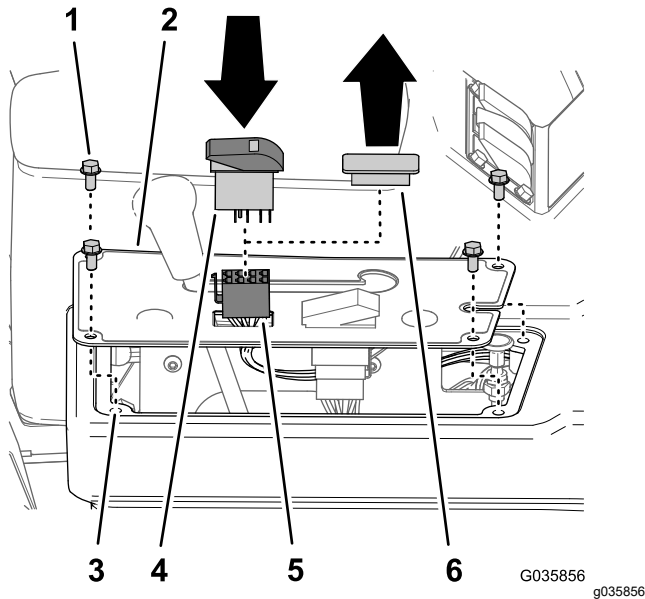

図 34
1. パネルカバーをコンソール上部に図 34 のように固定しているフランジヘッドボルト $\frac{1}{4} \times \frac{1}{2}$ " 4 本があれば、これらを取り外す。
2. コンソールのパネルカバーからスイッチプラグを外す 図 34。
3. ウルトラソニックブーム仕上げキットのワイヤハーネスの 8 ソケットコネクタを、パネルカバーの開口部に通す 図 34。
4. ウルトラソニックブーム仕上げキットのワイヤハーネスの 8 ソケットコネクタ SONIC MODE MANUAL VS. AUTO というラベルがついているを、ロッカースイッチに接続する (図 34)。
5. コンソールコントロールの取り付け穴にロッカースイッチを取り付ける。パチンとはまるまでスイッチを押し込むこと 図 34。
6. パネルカバーの穴を、コンソール上部の穴に合わせる 図 34。
7. パネルをコンソールに取り付ける 図 34 ステップ 1 で外したボルトを使う。